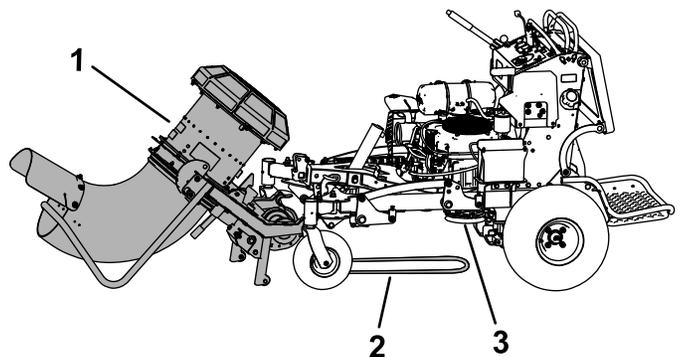

**Figure 11**
11. Retirez la goupille d'attelage et la goupille fendue de l'accouplement en A et utilisez-les pour installer le dispositif d'attelage (Figure 11). Vérifiez que la goupille bloque l'accouplement en A sur le tube transversal.